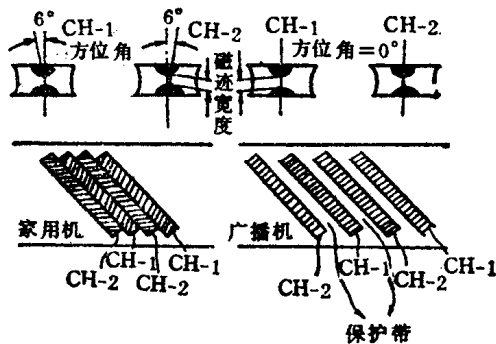

图 1-4 两种录象机磁头方位角与磁迹比较
(1) 方位角：广播用录象机和业务用 Umatic 录象机的磁头没有方位角，为消除相邻磁迹的串扰，必须在相邻两条视频磁迹之间加 $1/2$ 磁迹宽度的保护带，而保护带上没有任何信号，这部分磁带就会被白白地浪费掉。为了提高磁带利用率，必须增加记录密度，VHS 家用录象机采用了方位角记录方式。磁头的缝隙与磁头旋转的垂直方向偏离一个小角度，即 CH-1 磁头有 $+6^\circ$ 的方位角，CH-2 磁头有 -6° 方位角，这样相邻磁迹的磁化方向有 12° 夹角。图 1-4 示出了两种录象机磁头方位角与磁迹的比较。在记录时磁带上磁迹磁化的方向与磁头缝隙的方向是一致的。而在重放时，如果由于走带的抖动造成 CH-1 磁头拾取了 CH-2 磁头所记录的磁迹信号，但因 CH-1 磁头与 CH-2 磁头缝隙方向不同即存在方位角损失 (VHS 录象机的方位角损失大约为 40dB)，即使 CH-2 磁头拾取到 CH-1 磁头记录的磁迹信号，也会因方位角损失而被抑制掉。因此，可以取消相邻磁迹之间的保护带，提高记录密度。方位角过大会降低录象机录放效率，所以一般方位角选择在 $12\text{--}14^\circ$ 左右。